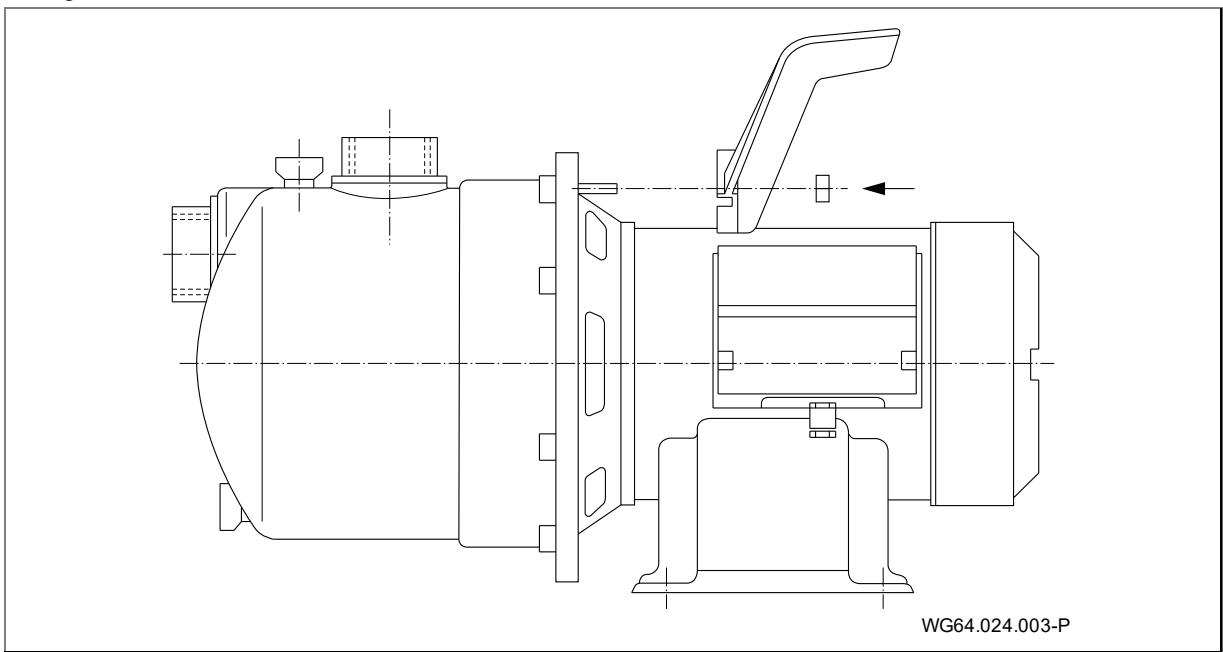

Abb. 1
- ➔ Pumpenaggregat, bestehend aus Motor und Pumpe, sowohl motor- als auch pumpenseitig anhängen. Siehe "Abb. 1" auf Seite 10.